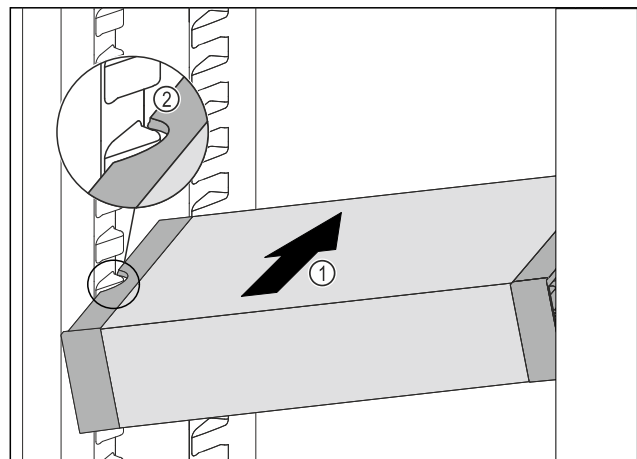

Fig. 71
- ▶ Вставити висувний ящик VarioSafe під кутом в охолоджувальне відділення Fig. 71 (1), доки бокові поглиблення Fig. 71 (2) VarioSafe не будуть розташовуватися на рівні ребра для ємності в охолоджувальному відділенні.